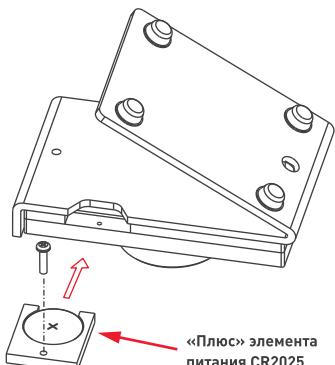

Рисунок 1. Установка элемента питания.
- Установите элемент питания CR2025 в контейнер и установите контейнер в панель, соблюдая полярность [Рис. 1]. Закрепите контейнер в панели при помощи винта.